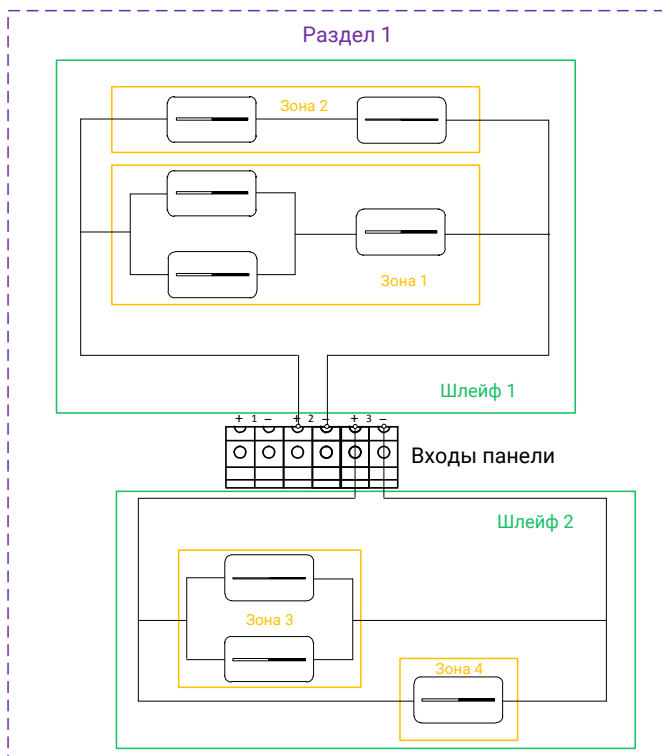

Рисунок 5. Пример формирования зон, шлейфов и разделов
- **Шлейф** - линия связи (провод), при помощи которой датчики подключаются к прибору. Шлейф может содержать одну и более зон (см. рис. 5).